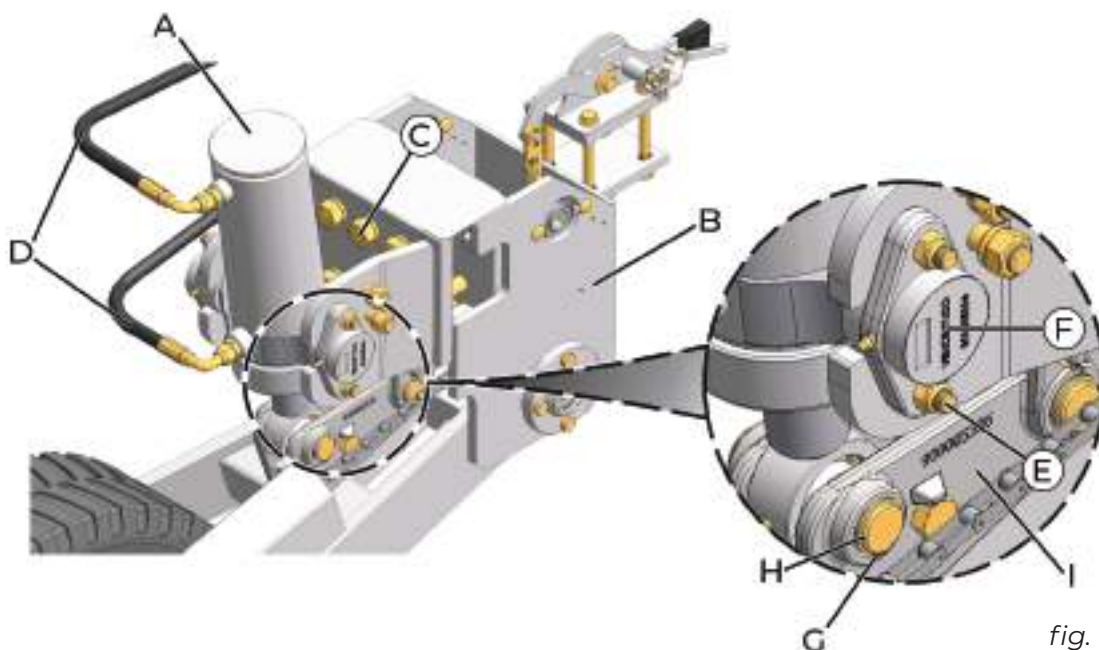

fig. 150
Os cilindros (A) (*fig. 150*) são montados nos suportes (B) do rodado que são aparafusados na estrutura do chassi por meio de parafusos, arruelas e porcas (C).